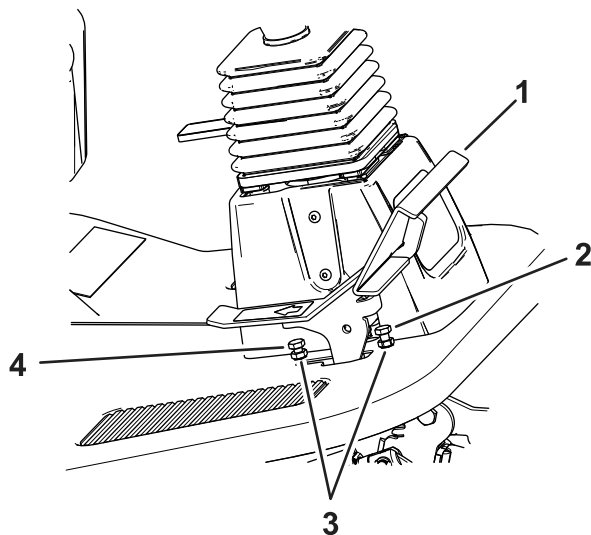

図 79
1. 走行ペダルを前進一杯に押し込む **図 79**。
- A. レンチを使用して、前進用ペダルストップを保持しながら、ブラケットの裏側にあるジャムナットをゆるめる **図 79**。
- B. 走行ペダルを希望位置に動かす **図 79**。
- C. ブラケット裏側のジャムナットで、ペダルストップが走行ペダルに当たるように調整する **図 79**。